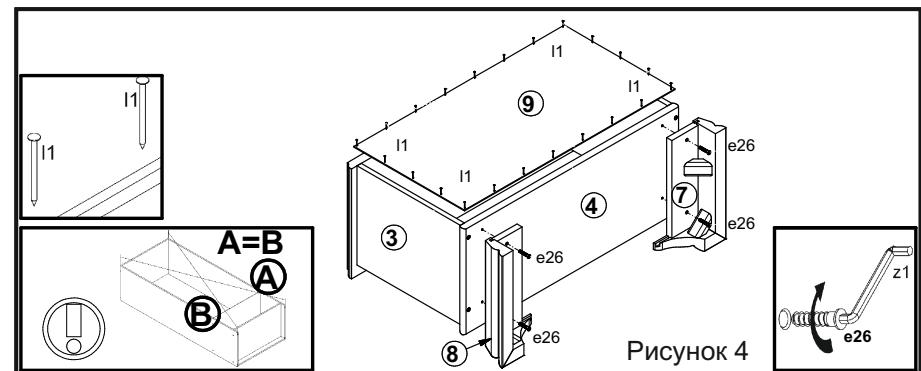

Рисунок 4
10. Прикрутить ноги 7, 8 к щиту нижнему 4 конформатами e26 при помощи ключа z1 (см. рис. 4).
11. Положить корпус изделия фасадными кромками вниз на ровную поверхность и выровнять его, измеряя рулеткой расстояние между противоположными углами по диагонали. Расстояния должны быть равными (см. рис. 4).
12. Закрепить стенку заднюю 9 к корпусу тумбы гвоздями l1 с шагом 80-120 мм (см. рис. 4).